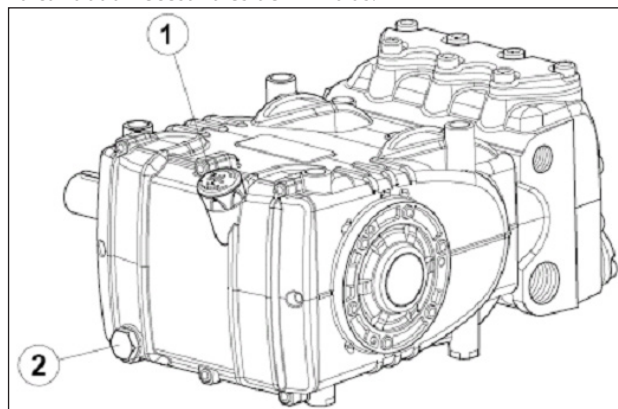

Fig. 3
Controlar el nivel de aceite, si es necesario repostar. desde la varilla de nivel de aceite pos. ①, Fig. 3. El control correcto del nivel de aceite se realiza con la bomba a temperatura ambiente, el cambio de aceite va realizado con la bomba a temperatura de funcionamiento retirando: la varilla de nivel de aceite pos. ①, y a continuación el tapón pos. ②, Fig. 3.